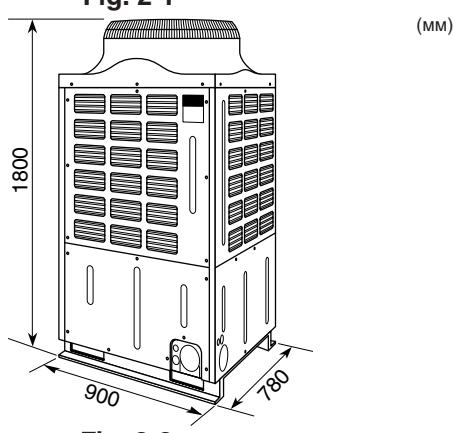

Fig. 2-2
2.3. Контуры габариты (Наружный прибор) (Fig. 2-2)